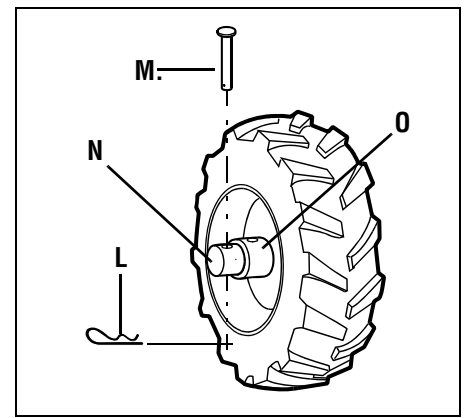
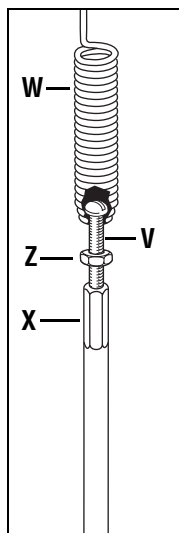

Fig. 2-3: Rueda en la posición RUEDAS LIBRES (pasador de la transmisión en las ruedas únicamente a través del eje de la rueda).
Fig. 2-5: Resorte del cable y ajustador.
2. Enrosque la tuerca hexagonal #10-24 (Z, Fig. 2-5) hasta la mitad sobre el tornillo (V) que corre a través del resorte (W, Fig. 2-5).
3. Enrosque el tornillo (V) dentro del ajustador del cable (X).
Retire la chaveta de horquilla (L, Fig. 2-3) y el pasador de transmisión en las ruedas (M) del cubo de la rueda (O) y eje de la rueda (N).
3. Deslice la rueda totalmente hacia adentro en el eje de la rueda (N, Fig. 2-3). Reinstale el pasador de transmisión en las ruedas (J) a través del eje de la rueda únicamente (no a través del cubo de la rueda). Fije el pasador de transmisión en las ruedas con la chaveta de horquilla (L), empujando la chaveta de horquilla hacia adentro hasta donde llegue. La rueda debe girar libremente (ruedas libres) sobre el eje de la rueda. Repita el procedimiento con la otra rueda.